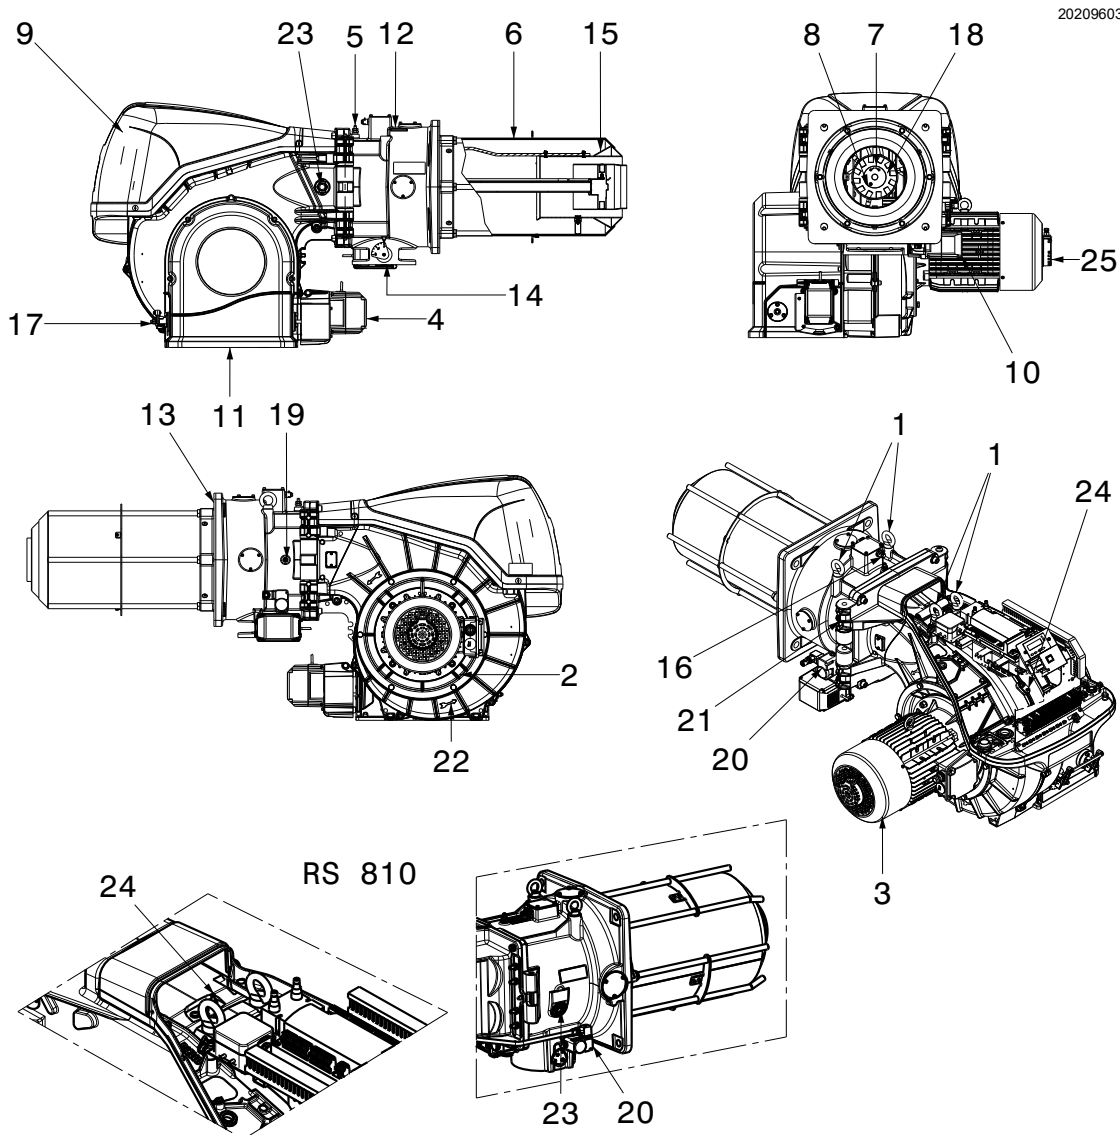

Fig. 5
- (1) Conditions de référence : Température ambiante 20° C - Température du gaz 15° C - Pression barométrique 1 013 mbar - Altitude 0 m s.n.m.
(2) Pression à la prise 5)(Fig. 5 à la page 11) avec pression zéro dans la chambre de combustion et à la puissance maximale du brûleur.
(3) Pression sonore mesurée dans le laboratoire de combustion du constructeur, avec le brûleur fonctionnant sur la chaudière d'essai, à la puissance maximale. La Puissance sonore est mesurée selon la méthode « Free Field », prévue par la Norme EN 15036 et conformément à la classe de précision « Accuracy : Category 3 », comme décrit par la Norme EN ISO 3746.
remplacer le pressostat seuil maximum GW 500 (Fig. 5 à la page 11) installé sur le brûleur par le pressostat GW 150 fourni